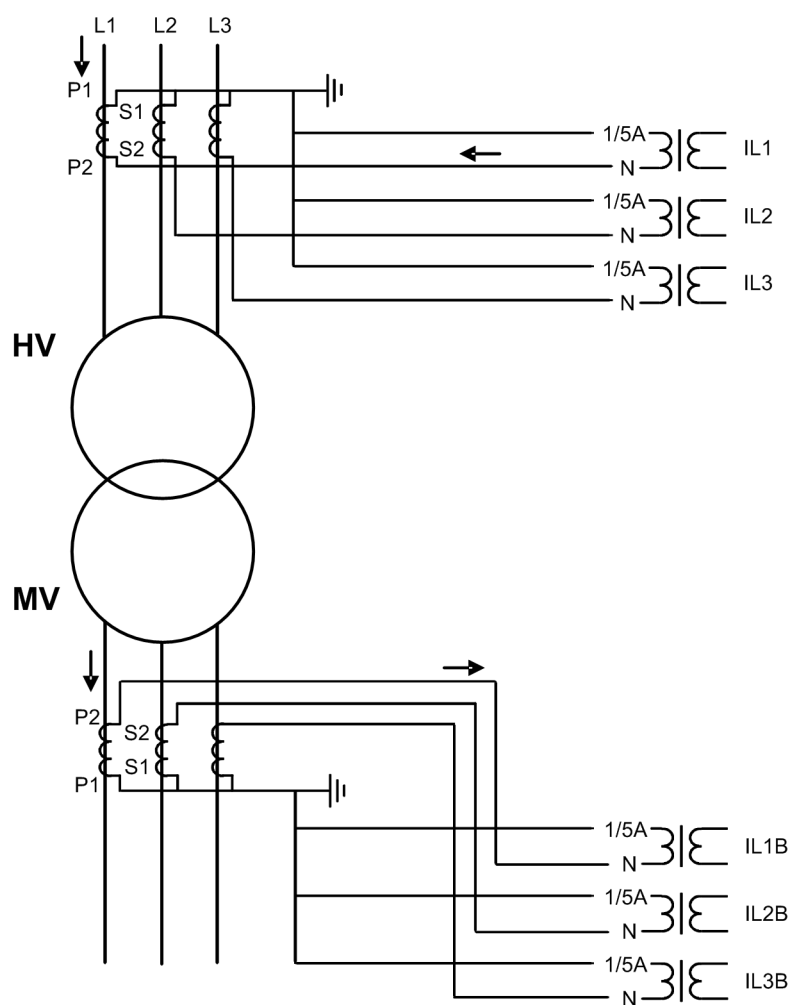
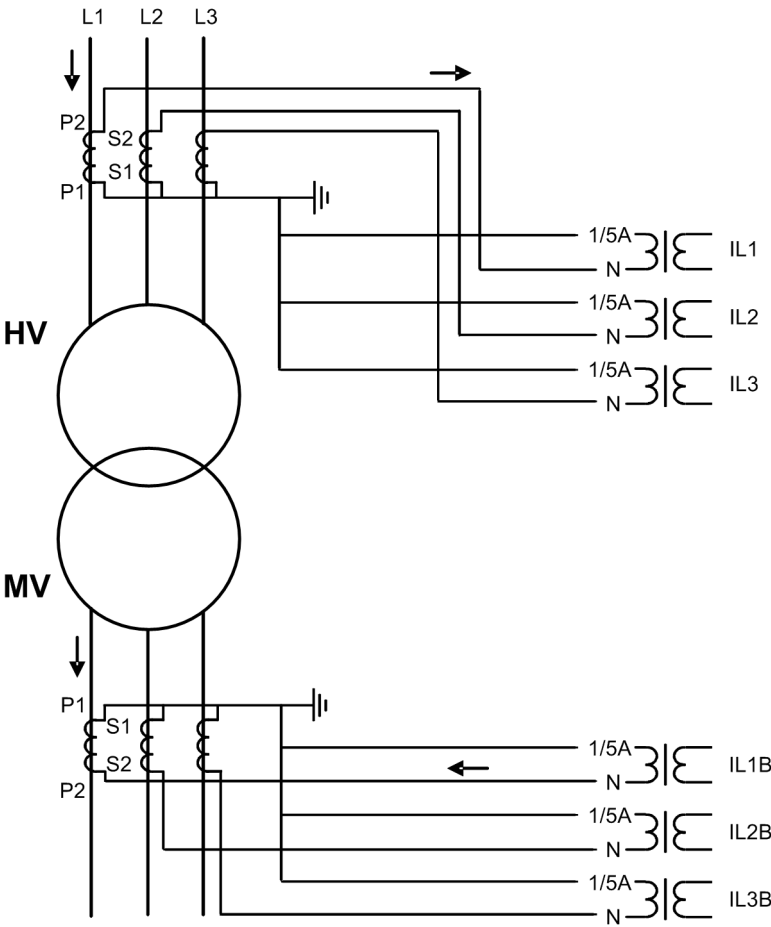

図 271: タイプ 1 の電流変圧器の接続例
図 272: タイプ 1 の電流変圧器の代替接続例
- 巻線 1 と巻線 2 の IED 電流の正方向が互いに相反している場合、CT 接続タイプの設定パラメータはタイプ 1 になります。タイプ 1 の接続例は、図 271 と 図 272 のとおりです。